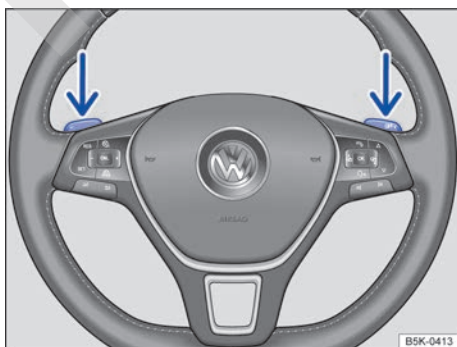

Fig. 153 Volante con levas de cambio para el Tiptronic.
- Tire de la leva derecha → fig. 153 hacia el volante para cambiar a una marcha más larga.